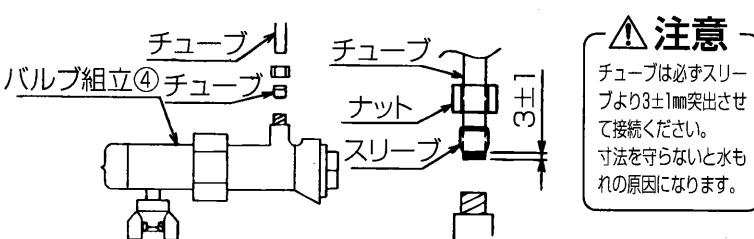

図11
- ポンプカバーから出ている給水チューブの先端をバルブ組立④に取付けてください。
- 図11のようにチューブスリーブを指定の位置まで差し込みダブルスパナで締め付けてください。尚、締付けトルクは4.0~5.0N·mで締め付けてください。